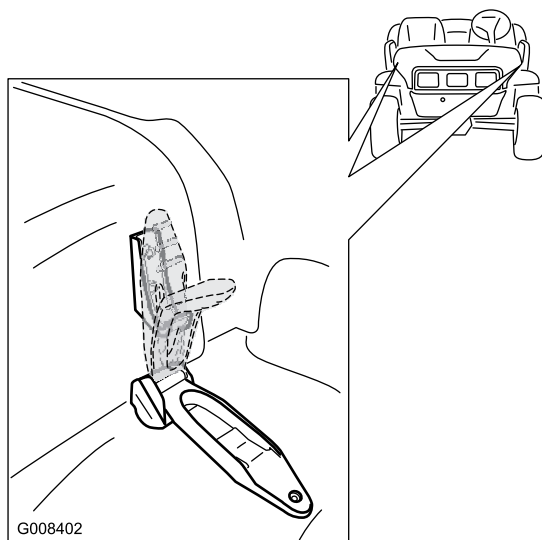

図 27
1. フードの両側についているゴム製ラッチのハンドルを上げる(図27)。
2. フードの両側で、ラッチとラッチアンカーをそろえてラッチを掛ける (図 27)。